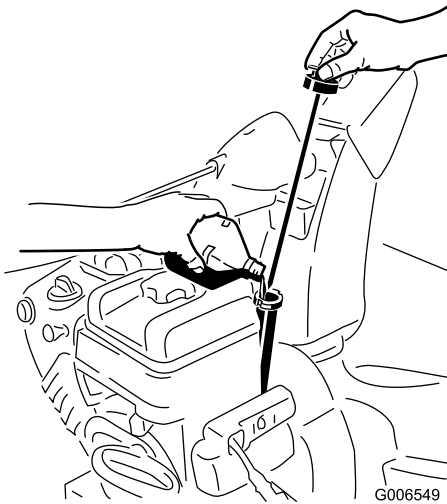

Bild 19
1. Nehmen Sie den Peilstab heraus und füllen Sie das Öl **langsam** in den Einfüllstutzen ein, um den Ölstand auf die Vollmarke am Peilstab anzuheben. **Überfüllen Sie nicht** (Bild 19). Siehe Prüfen des Motorölstands“ unter Wartung“.